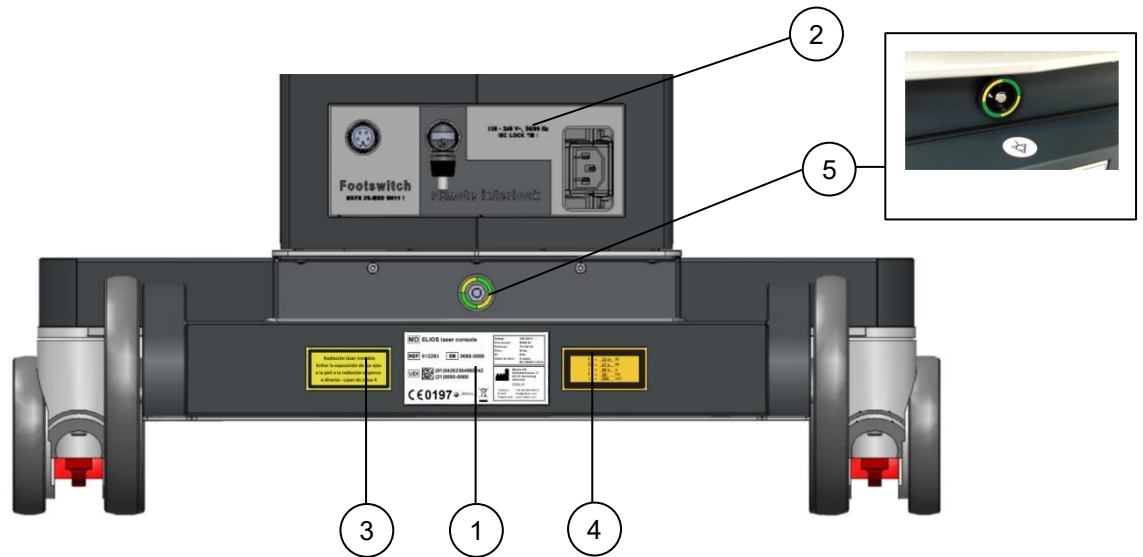

Fig. 2-1: Vista posterior
1.	La placa de identificación está en la parte posterior del láser (ver Fig. 2-1). Los símbolos usados significan: MD Producto sanitario REF Número de catálogo SN Número de serie UDI Identificación única de producto  Corriente alterna IP Clase de protección IP  Fabricante y fecha de fabricación (AAAA-MM) CE 0197 Marcado CE de conformidad con el número de Organismo Notificado  ver 6.
2.	Etiquetado de los conexiones. conexión a red eléctrica ("100 – 240 V~, 50/60 Hz IEC LOCK TM !")  pedal („Footswitch")  bloqueo remoto ("remote interlock") La etiqueta se encuentra en el panel posterior del láser (ver Fig. 2-1).
3.	La ELIOS laser console genera radiación láser de clase 4. No exponer los ojos ni la piel a esta radiación invisible. La etiqueta correspondiente se encuentra en el panel posterior del láser (ver Fig. 2-1).
4.	La información de salida de radiación láser se especifica en la etiqueta ilustrada. La etiqueta se encuentra en la parte posterior del láser (ver Fig. 2-1).
5.	Conector de equipotencialidad. La etiqueta se encuentra en la parte posterior del láser (ver Fig. 2-1).